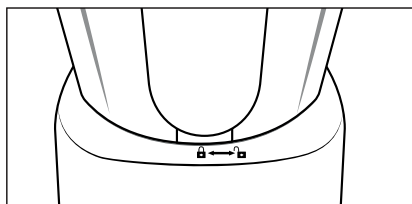

Bild 3
- 5) Kontrollera att mixerbehållarens ③ pip försluts av locket.
- 6) Tryck in doseringskoppen ① i öppningen på locket tills det tar stopp.
- 7) Placera den fyllda och stängda mixerbehållaren ③ på motorenheten ⑥. Använd urtagen på motorenheten ⑥ och kontrollera att mixerbehållarens ③ handtag pekar mot -symbolen. Vrid mixerbehållaren ③ medurs till position  (se bild 3) tills den klickar fast. Motorn startar bara om mixerbehållaren ③ sluter tätt mot motorenheten.